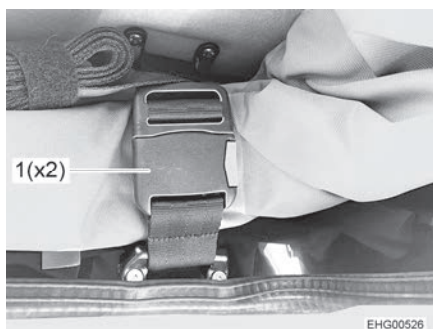

Fig. 87 Fibbia
- Aprire le due fibbie (Fig. 87,1).